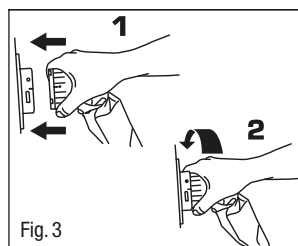

Fig. 3
5. Collegare il tubo di erogazione dell'aria all'unità di alimentazione allineando la linea nera presente sul connettore del tubo stesso alla linea nera sul connettore dell'unità di alimentazione ed eseguire l'innesto. Ruotare in senso orario il connettore sul tubo del materasso fin quando non sia del tutto visibile l'indicatore verde sull'apposito foro situato sul connettore dell'unità di alimentazione (Fig. 3).